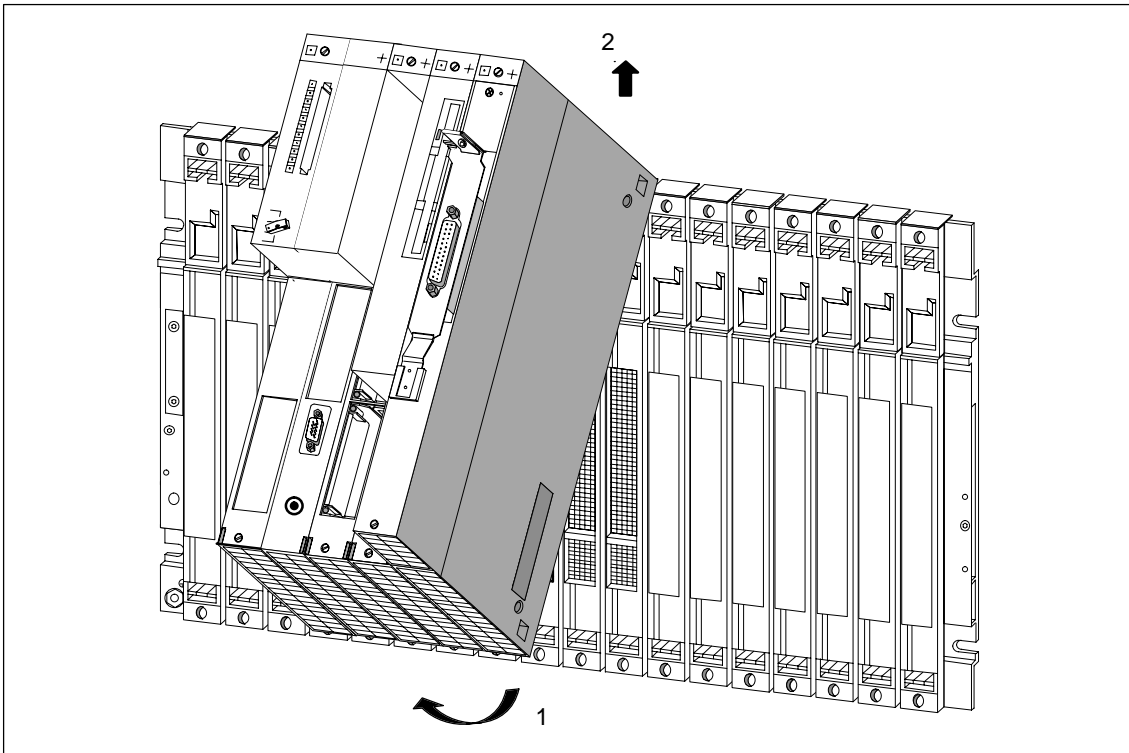

Bild 8-24 Baugruppenverbund herausschwenken und nach oben herausnehmen
8. Schwenken Sie den Baugruppenverbund vorne aus den Bussteckern heraus und nehmen Sie diesen nach oben aus den Führungen des Baugruppenträgers heraus (Bild 8-24).